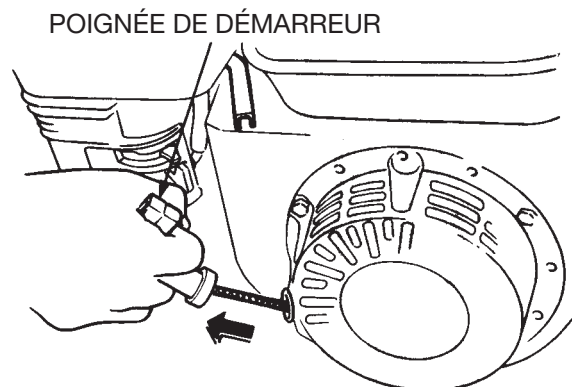

Figure 21. Poignée de démarreur
- Saisissez la poignée du démarreur (Figure 21) et tirez doucement. La résistance atteint son maximum au point de compression. Tirez vivement mais sans à-coups sur la poignée du démarreur pour démarrer.